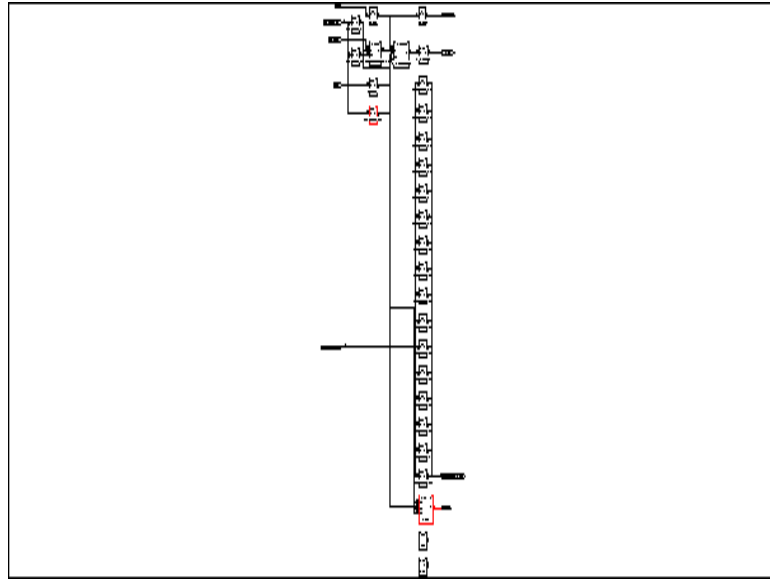

図 10: Synplicity の Technology View ウィンドウでハイライトされたパス
- パスまたはインスタンス名をクリックして、クロスプローブを行います。対応するパスまたはインスタンスが図 10 に示すように、Technology View ウィンドウでハイライトされて表示されます。